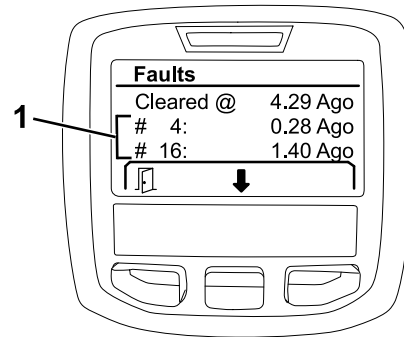

Figura 27
2. Reveja as falhas indicadas no ecrã de falhas (Figura 27).